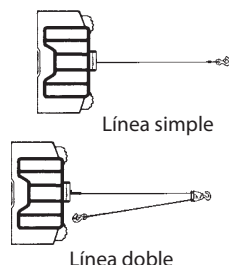

Figura 2
1. La máxima capacidad de carga está en la parte del cable enrollada más cerca del tambor. NO SOBRECARGUE EL GUINCHE NI INTENTE PROLONGAR LA TRACCIÓN DE CARGAS MUY PESADAS. La sobrecarga puede dañar el guinche y/o el cable y crear condiciones riesgosas de uso. PARA CARGAS DE MÁS DE 1.000 LIBRAS (454 Kg) RECOMENDAMOS EL USO DE UNA POLEA (OPCIONAL) PARA REDUCIR LA CARGA SOBRE EL CABLE (Figura 2). Esto reducirá la carga sobre el guinche y aproximadamente el 50% de la carga sobre el cable. Acoplar el gancho a una parte con capacidad de soportar carga. **El motor del vehículo debe estar en marcha durante el uso del guinche.** Si se usa intensamente el guinche con el motor detenido, la batería podría perder mucha carga para volver a arrancar el vehículo.